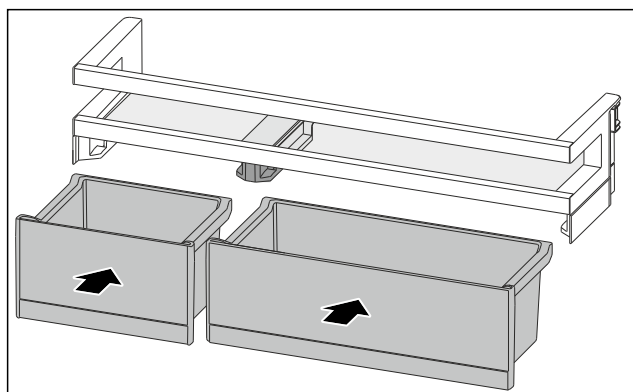

Fig. 169
- VarioBoxen in getauschter Anordnung einsetzen. (siehe Fig. 169)